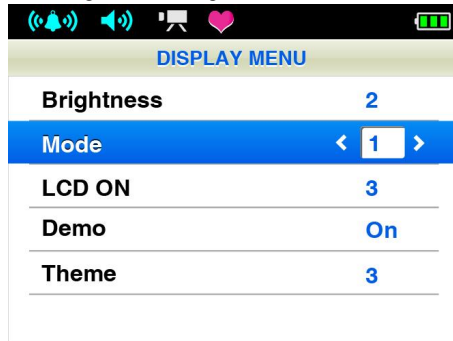

Figura 7. Menú de ajuste de la pantalla
En la interfaz del menú principal, seleccione la opción "Pantalla", luego pulse el botón de menú para entrar en el menú de configuración de la pantalla como se muestra en la Figura 7:
**B Modo:** mueva la barra de selección a la opción "Modo", luego pulse el botón izquierda/derecha para cambiar el modo de visualización (dos tipos de modo de visualización) como se muestra en la figura 7 y 8.